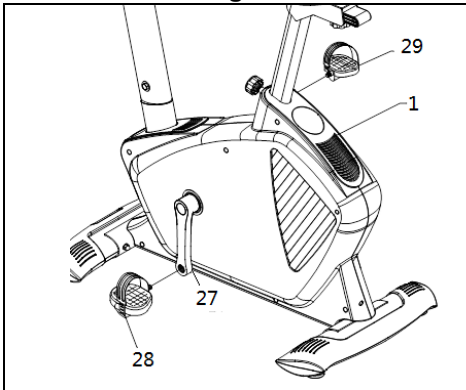

Fig.7A
Una vez colocados los pedales, introduzca el extremo del calapiés (A) por la ranura del pedal (B) y adaptándolo a su calzado sujételo en el saliente del pedal (C), Fig.7A.